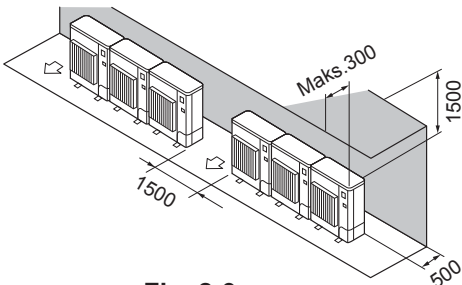

Fig. 2-9
② Yalnızca arkadaki ve üstteki engeller (Fig. 2-9)